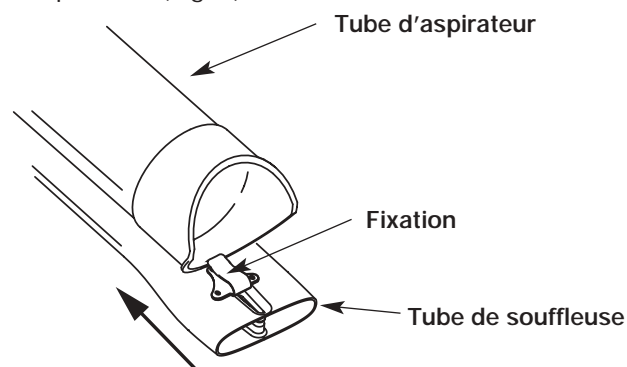

Fig. 3
2. Fixez le tube de soufflage à l'extrémité du tube d'aspirateur. (Fig. 3)